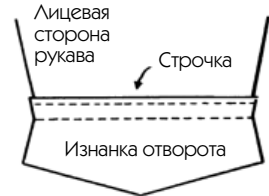

Рис. 387
5. Опустите отворот как продолжение рукава (см. пример далее на рис. 387) и заутюжьте припуски и бейку внутрь рукава.
3. Опустите отворот как продолжение рукава, направляя весь шов кверху (рис. 387).